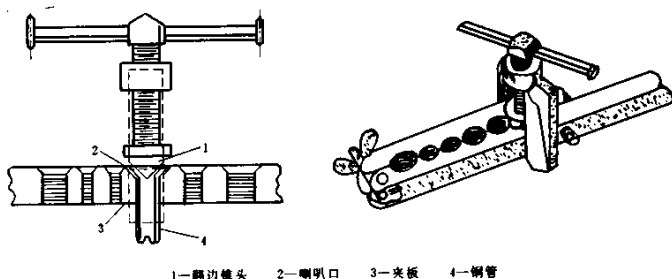

图 2-4-13 喇叭口翻边夹板构造图
(4) 喇叭口翻边板: 用在销母板连接管时作喇叭口, 规格选用 $\phi 5 \sim \phi 12 \text{mm}$, 其结构图如图 2-4-13 所示。